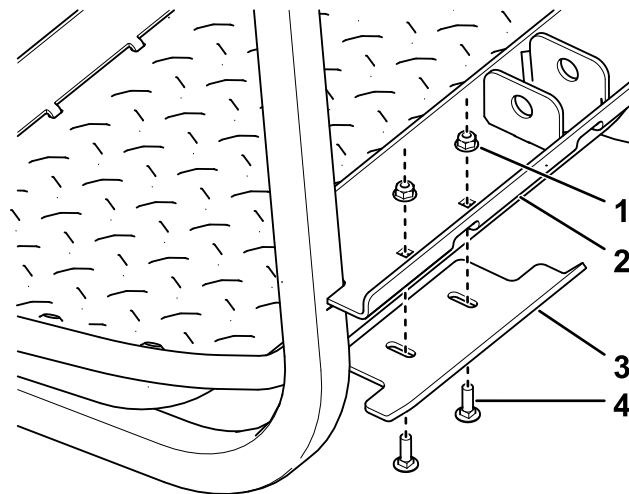

Figure 6
1. Montez le support de levage sur le cadre arrière comme montré à la Figure 6.